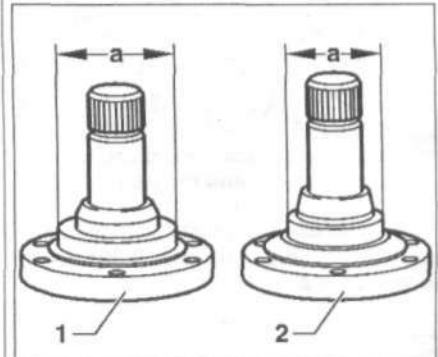

Рис. 8.45. Различие по диаметру между фланцами полуосей.
38. Установите пружины, упорные шайбы, конусные кольца и фланцы полуосей. Между фланцами полуосей существует различие по диаметру (рис. 8.45).